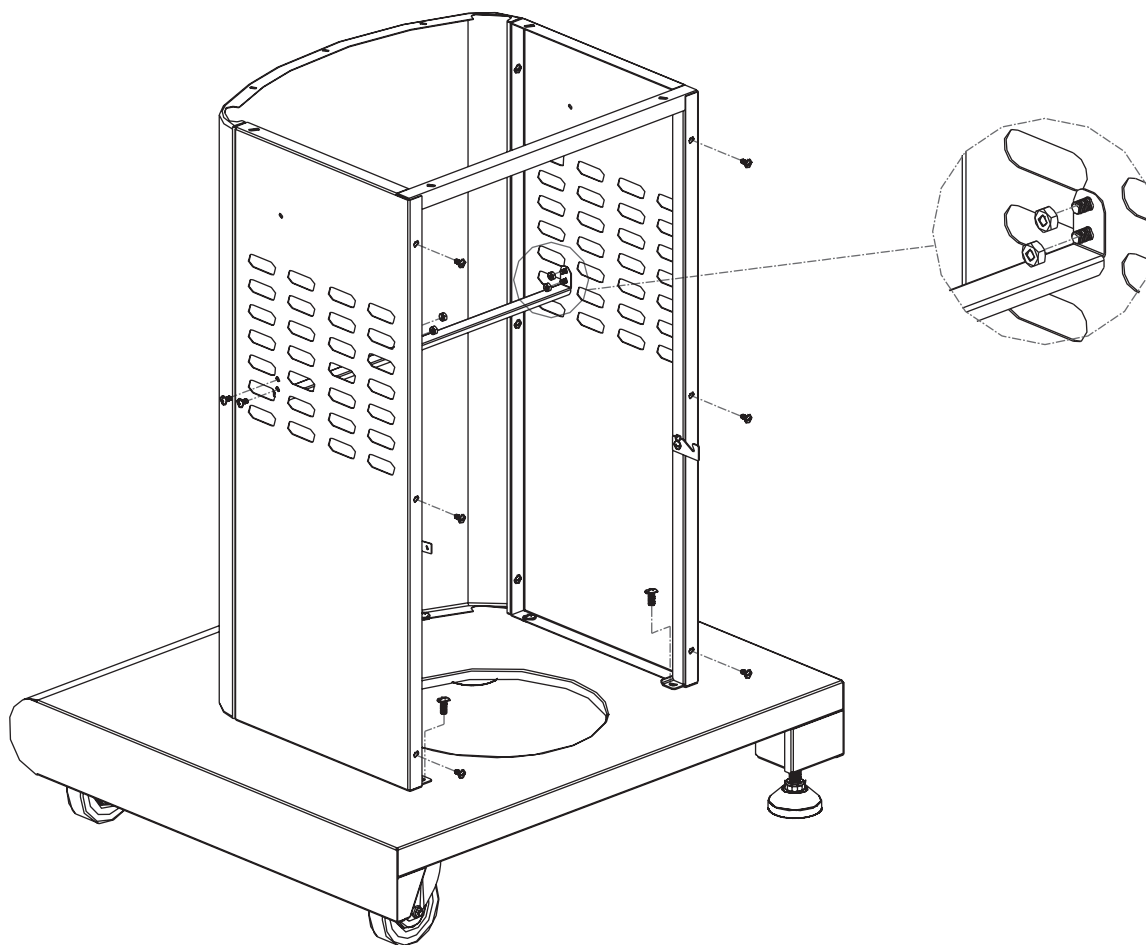

Fig. 3
1. Para sujetar el armazón del carrito, alinee el mismo con los paneles laterales como se indica en la **Fig. 3**.
2. Sujete el armazón del carrito al panel izquierdo y panel derecho con seis (6) tornillos M4 x 10 (3 en cada lado) como se indica en la **Fig. 3**.
3. Sujete el armazón del carrito al estante inferior con dos (2) tornillos M6 x 13 (1 en cada lado) como se indica en la **Fig. 3**.
4. Coloque los extremos del deflector del tanque de modo que los orificios de los extremos del deflector se encuentren alineados con los orificios de los paneles laterales, luego sujete el deflector del tanque a los paneles izquierdo y derecho con cuatro (4) tornillos M4 x 10 (2 en cada lado) desde la parte exterior hacia la interior, y cuatro (4) tuercas M4 desde la parte interior (2 en cada lado), todo como se señala en la **Fig. 3**.